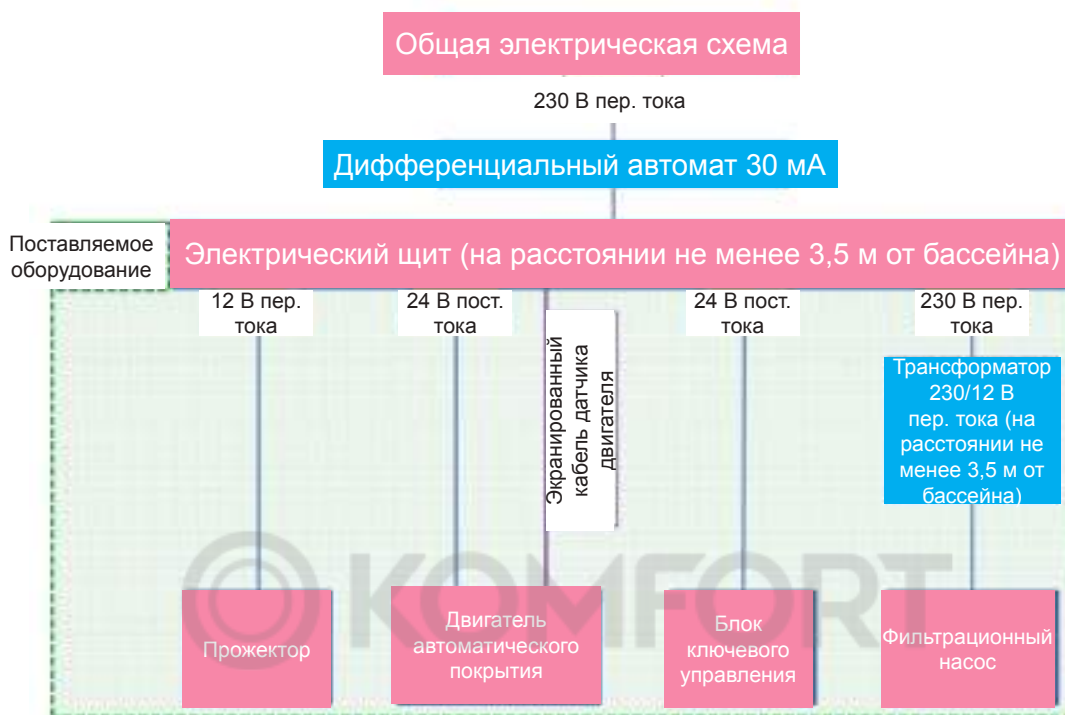

Figure 54 – Блок-схема электрической установки бассейна PISCINE URBAINE
12. УСТАНОВКА ЭЛЕКТРИЧЕСКОЙ СИСТЕМЫ *Рисунок 54*. Указанные элементы необходимы для установки бассейна PISCINE URBAINE в соответствии со стандартом NF C15-100. Электрический щит и трансформатор насоса должны быть установлены в защищенном от солнечного света и дождя месте.